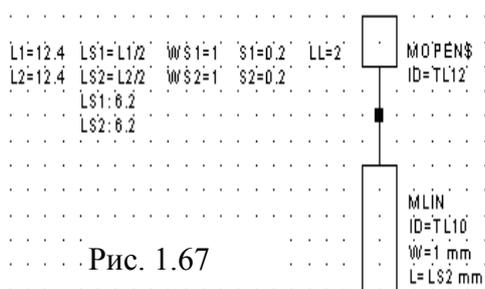

Рис. 1.67
Значения переменных после настройки показаны на рис. 1.67.
5. Сделайте активным окно схемы. Значения переменных после настройки показаны на рис. 1.67.